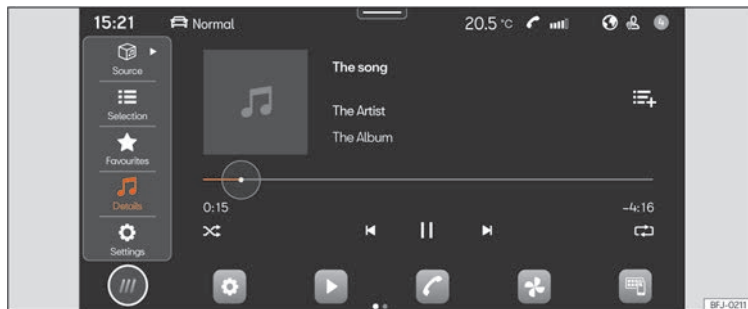

Fig. 189 Schematic diagram: Media view
- Press **HOME** > ► ► ► **Fig. 189**.